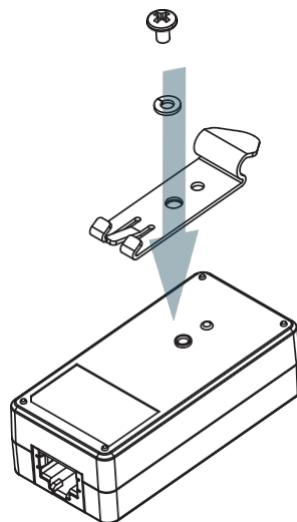

Abbildung 1
1. Verwenden Sie den **Führungsstift** an der Unterseite des **Netzwerkisolators**, um das **DIN-Schienen-Montageset** in der richtigen Position auszurichten. Benutzen Sie einen Kreuzschlitzschraubendreher, um die **selbstschneidende Schraube** zu installieren und das **DIN-Schienen-Montageset** zu sichern. (Abbildung 1)